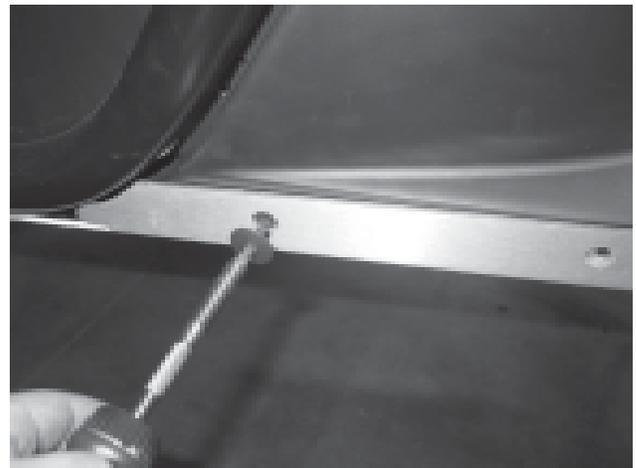

Figure 9
12. Maintenez la plaque d'appui en place tout en installant les fixations M6. **(Figure 9)**